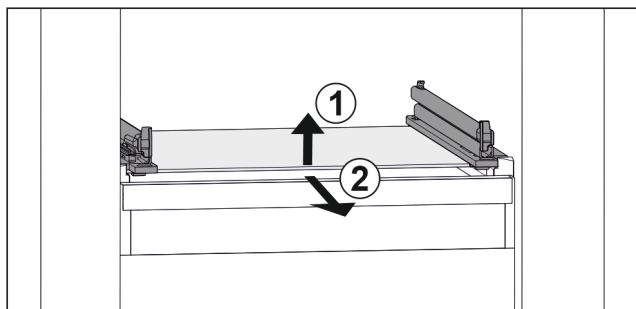

Fig. 94 Przykładowa prezentacja płyty szklanej
- ▶ Unieść płytę szklaną z przodu. Fig. 94 (1)
- ▶ Wyjąć płytę szklaną do przodu. Fig. 94 (2)